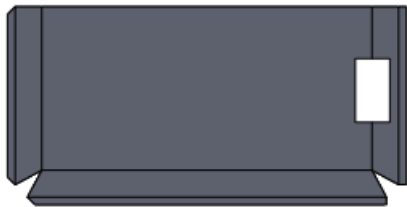
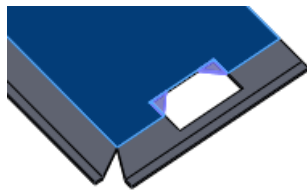

图 7-83 展开钣金零件
图 7-84 选择要折断边角的边线和面
(1) 单击“钣金”工具栏中的“展开”按钮 , 将钣金零件整个展开, 如图 7-83 所示。在图形区域中, 选择要折断边角边线或法兰面, 如图 7-84 所示。